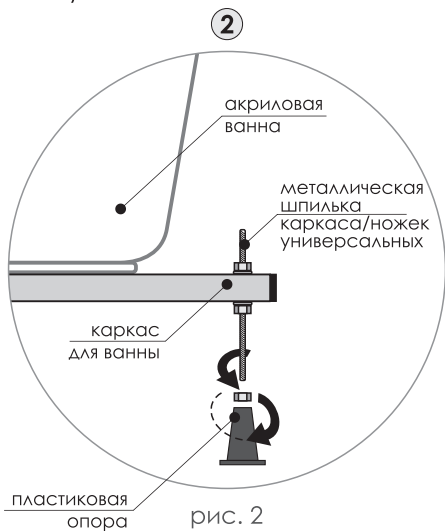

рис. 2
2. Выкрутите пластиковую опору с универсальных ножек или каркаса (рис. 2).